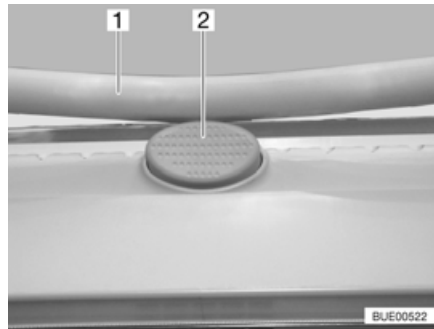

Bild 107 Låsknapp på Heki-takluckan
- Tryck på låsknappen (Bild 107,2) och dra ner bygel (Bild 107,1) med båda händerna.
- Tryck bygel uppåt med båda händerna tills bygel ligger ovanför låsknappen (Bild 107,2).